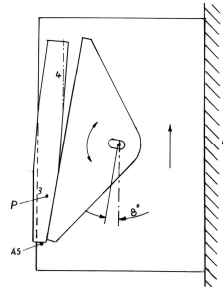

Abb. 7:
- 7b: Dritte Seite sägen, schwenken um 180 Grad, vierte Seite sägen. (Abb. 7). Bei allen Sägeoperationen wird bei dem Punkt "P" mit einer Dreikantfeile schräg gegen An- und Auflage gedrückt. Ein 1-mm-Stift fängt den Druck in der Schnittrichtung auf. Als Werkzeug dient ein Hartmetallsägeblatt 80x1,6x10 mit 24 Zähnen.